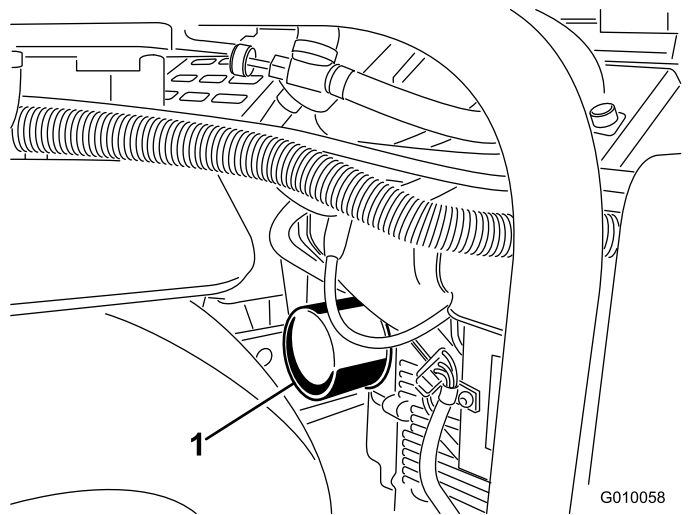
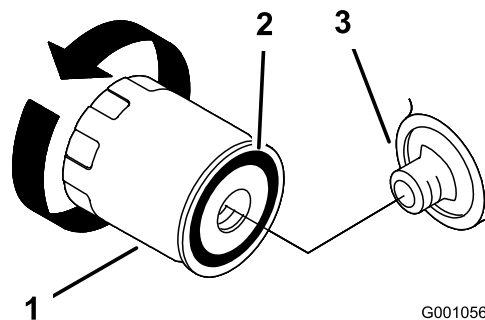

Figura 45
Figura 46
5. Puneți o tavă de adâncime mică sau o lavetă sub filtru pentru a colecta uleiul (Figura 45).
6. Îndepărtați filtrul vechi (Figura 45 și Figura 46) și tergeți suprafața garniturii adaptorului filtrului.